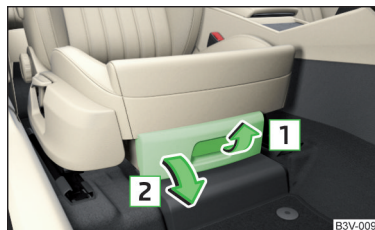

Abb. 99 Ablagefach öffnen
- Zum **Öffnen** den Griff in Pfeilrichtung **1** ziehen und das Fach in Pfeilrichtung **2** öffnen » Abb. 99.